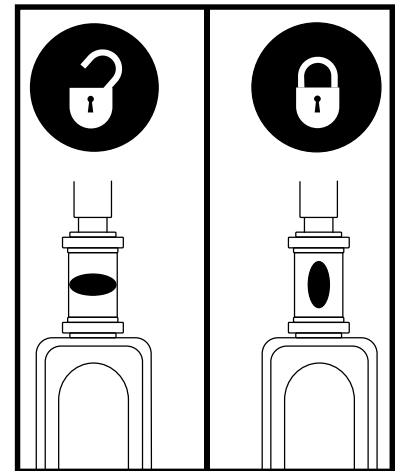

Abb.32. Lenkersicherungshebel
2. Justieren Sie den Lenker in eine gerade Position, indem Sie den Lenkersicherungshebel eindrücken und gleichzeitig 90° im Uhrzeigersinn drehen. **Siehe Abb. 32.** Das Vorderrad muß nach vorne gerichtet sein, um den Lenker festzustellen.
1. Schlüssel aus dem Schlüsselschalter entfernen und Justieren Sie den Lenker in eine gerade Position, indem Sie den Lenkersicherungshebel eindrücken und gleichzeitig 90° im Uhrzeigersinn drehen. **Siehe Abb. 32.** Das Vorderrad muß nach vorne gerichtet sein, um den Lenker festzustellen.
6. Entsichern Sie das Vorderrad, indem Sie den Lenkersicherungshebel 90° gegen den Uhrzeigersinn drehen. **Siehe Abb. 32.**